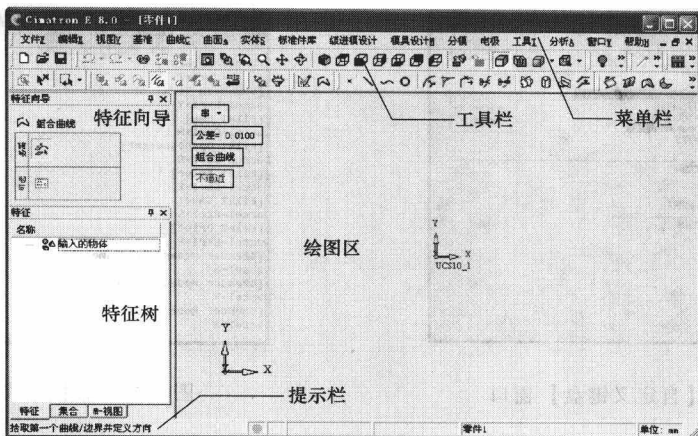

图 1-10 Cimatron E8.0 零件设计窗口
2. 操作界面简介 双击桌面上的  图标或单击【开始】/【所有程序】/【Cimatron E8.0】/【Cimatron E8.0】命令，即可进入图 1-8 所示的 Cimatron E8.0 初始界面。单击  按钮或【文件】/【新建文档】命令，弹出如图 1-9 所示的【新建文档】窗口，选择零件和单位后，单击【确定】按钮，打开如图 1-10 所示的绘图窗口。
如图 1-10 所示，Cimatron 界面和其他的 Windows 应用程序界面类似，充分体现了 Cimatron E8.0 系统界面友好、易学易用的特点。